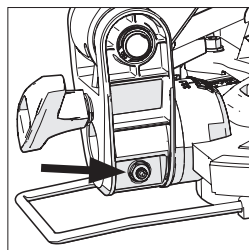

Fig. 11
- Utilizzare una chiave esagonale per intervenire in avanti e indietro sulla vite di regolazione conformemente esigenze (**Fig. 11**).